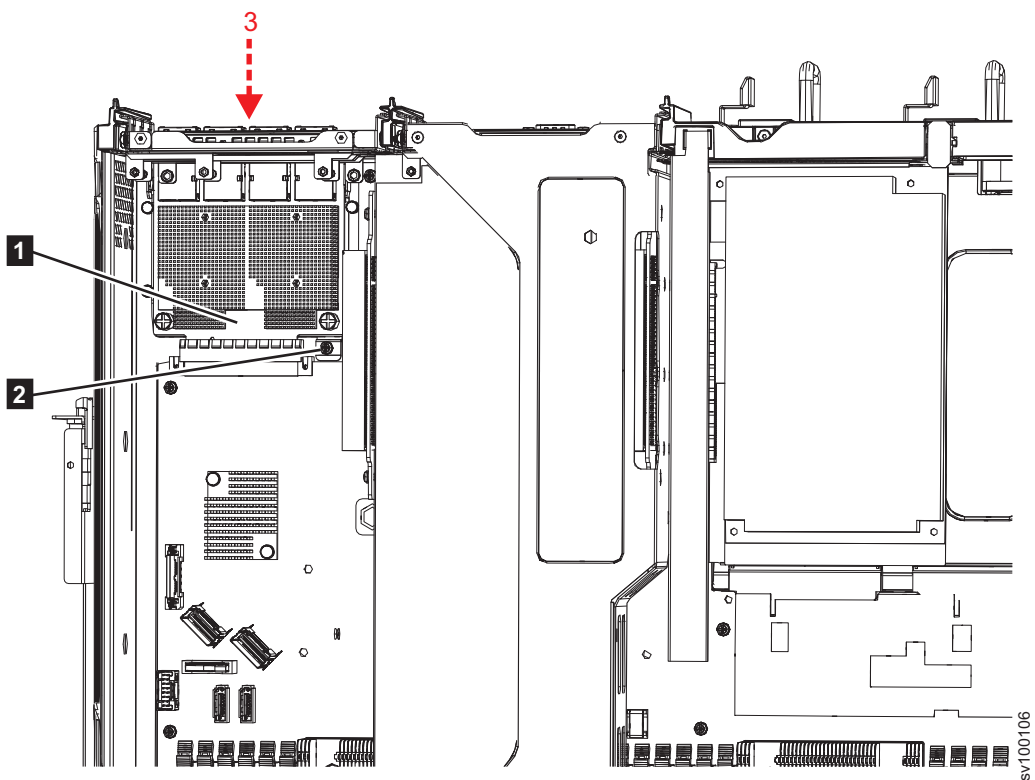

Figura 331. Substituindo a Placa de Borda Ethernet do 2145-SV1
11. Insira a nova placa de borda Ethernet no furo da porta (**3**) na parte traseira do nó, conforme mostrado em Figura 331 na página 419.